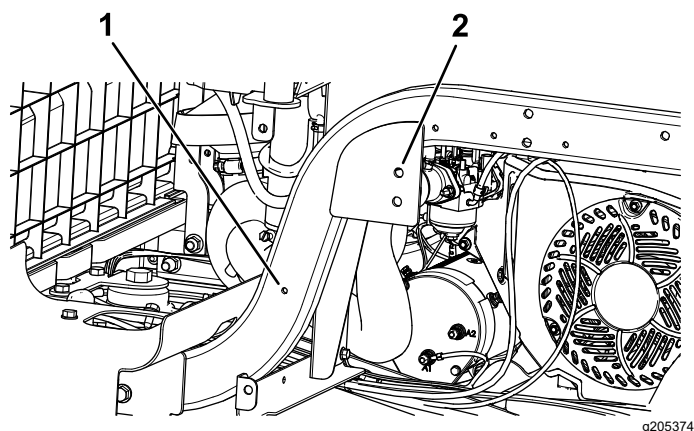

Figura 20
1. Alinee un soporte del ROPS con los 2 taladros situados detrás de la base del asiento y con el taladro situado hacia la parte delantera del perfil del bastidor, según se muestra en Figura 20.
3. Marque la posición de los taladros del soporte del ROPS (Figura 20).